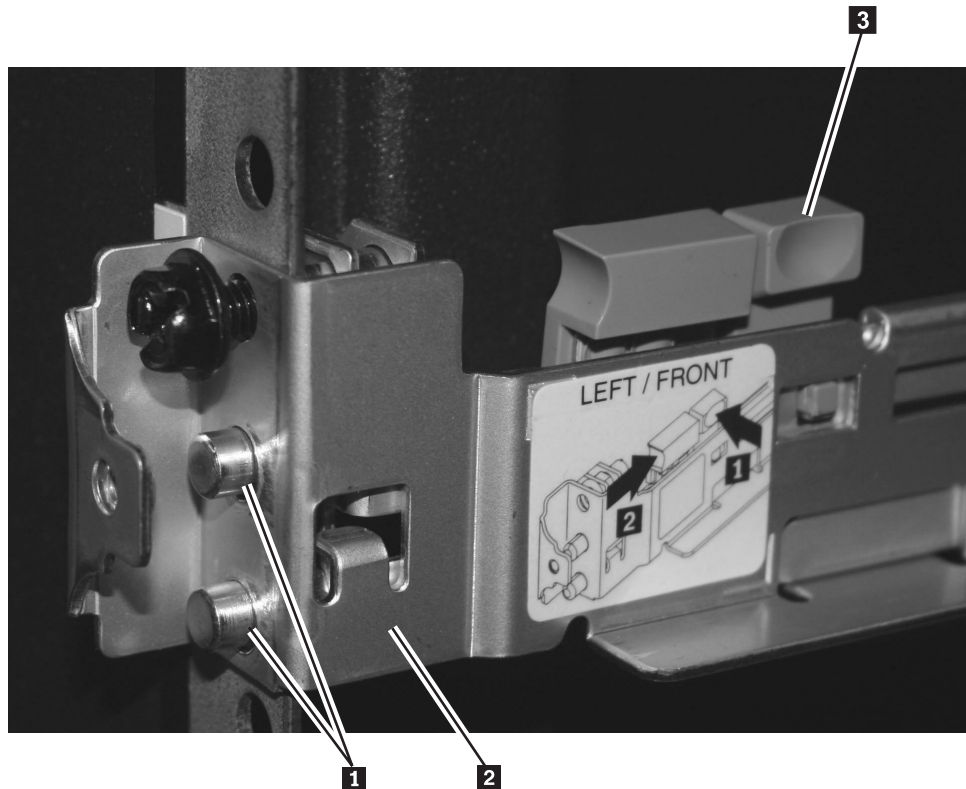

図 23. SAN ボリューム・コントローラー 2145-8A4 の左方の前部サポート・レールのピンと前部マウント・フランジとの位置合わせ
- a. 前部から始めて、前部レール・ロック・キャリアのピン (図 23の **1**) を、ラック・マウント・フランジ (**2**) の穴に位置合わせします。
- b. 小さい方の青色のタブ **3** をレールから離れる方向に押し、レール・ロック・ラッチを解放します。ピンは、ばねによって閉位置になります。図 23 に示すように、ピンがマウント・フランジの穴を完全に通り抜けているようにします。